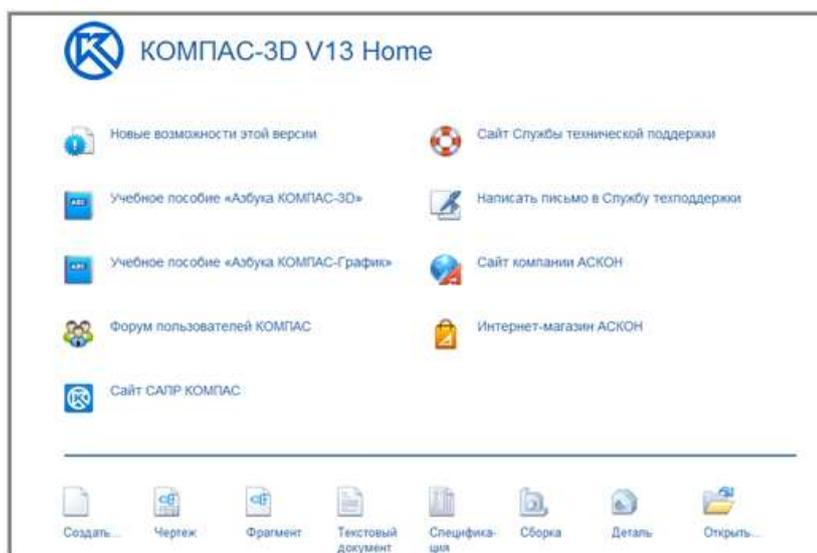

Рисунок 1. Стартовая страница
3. При запуске КОМПАС выводит на экран **Стартовую страницу** (рисунок 1). На данной странице отображено несколько ссылок, для выполнения следующих действий: